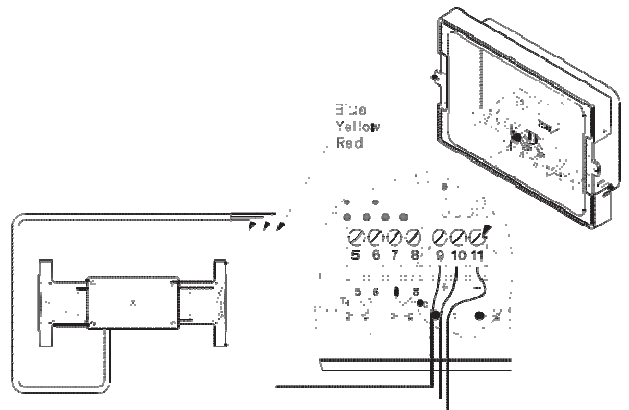

Fig. 1. Cablaggio
- Il cavo tra l'unità di misurazione del volume e il calcolatore per contatori qp10 e superiori deve essere installato (vedere la Fig. 1 per le istruzioni per il cablaggio).
L'unità di misurazione del volume e il calcolatore devono essere collegati come segue (vedere anche la Fig. 1):